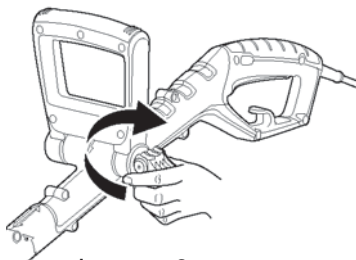

Imagen.6
- > Ajuste la tuerca para sujetar el mango auxiliar (Imagen 6, 7).